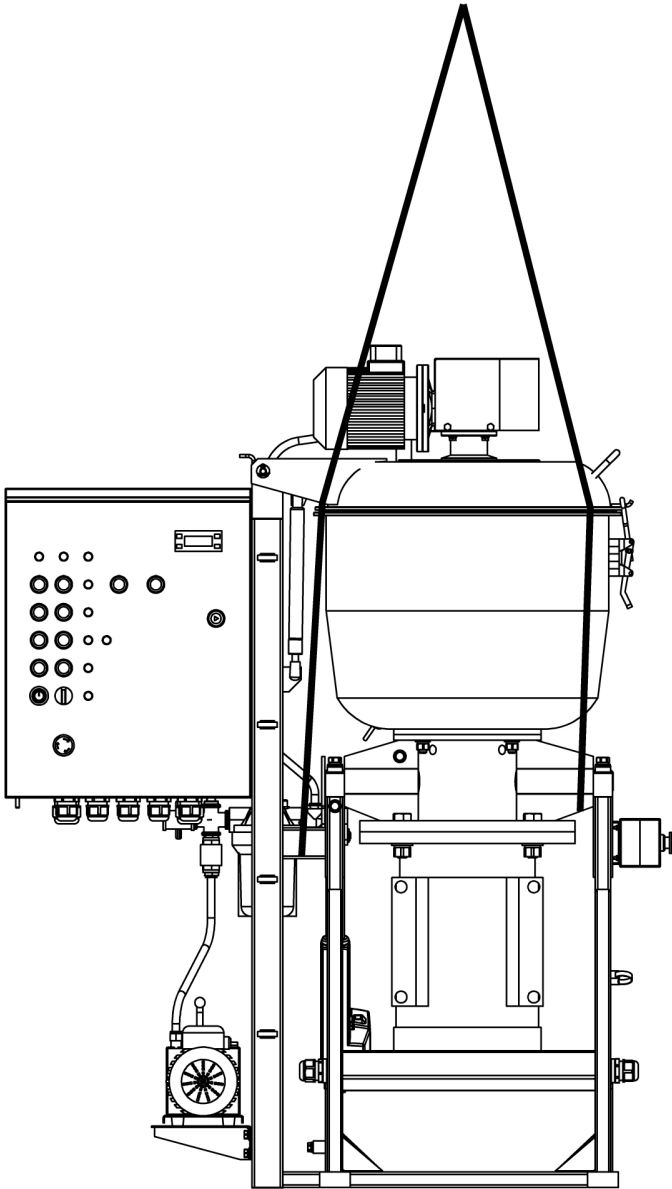

Рисунок 10. Схема строповки
11.4 При погрузке и транспортировании куттера необходимо соблюдать и выполнять требования манипуляционных знаков на таре и схему строповки, рисунок 10.